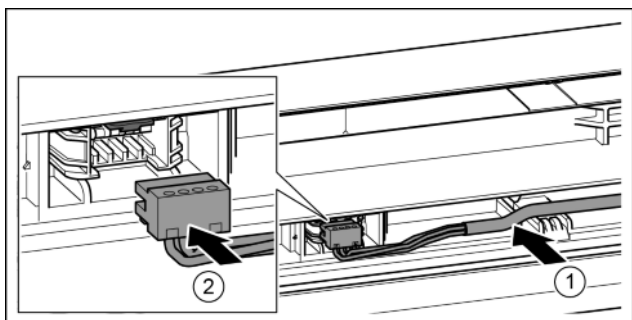

Fig. 36
- ▶ Szary kabel włożyć w przewodnicę w górnych drzwiach. Fig. 36 (1)
- ▶ Podłączyć wtyczkę. Fig. 36 (2)